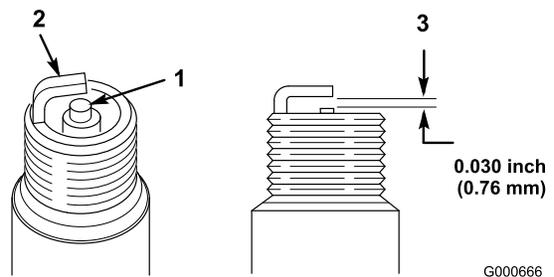

Figure 28
2. Contrôlez l'écartement entre les électrodes centrale et latérale (Figure 28) et pliez l'électrode latérale si l'écartement est incorrect.
1. Examinez le centre de la bougie (Figure 28). Si le bec isolant est recouvert d'un léger dépôt gris ou brun, le moteur fonctionne correctement. S'il est recouvert d'un dépôt noir, cela signifie généralement que le filtre à air est encrassé.